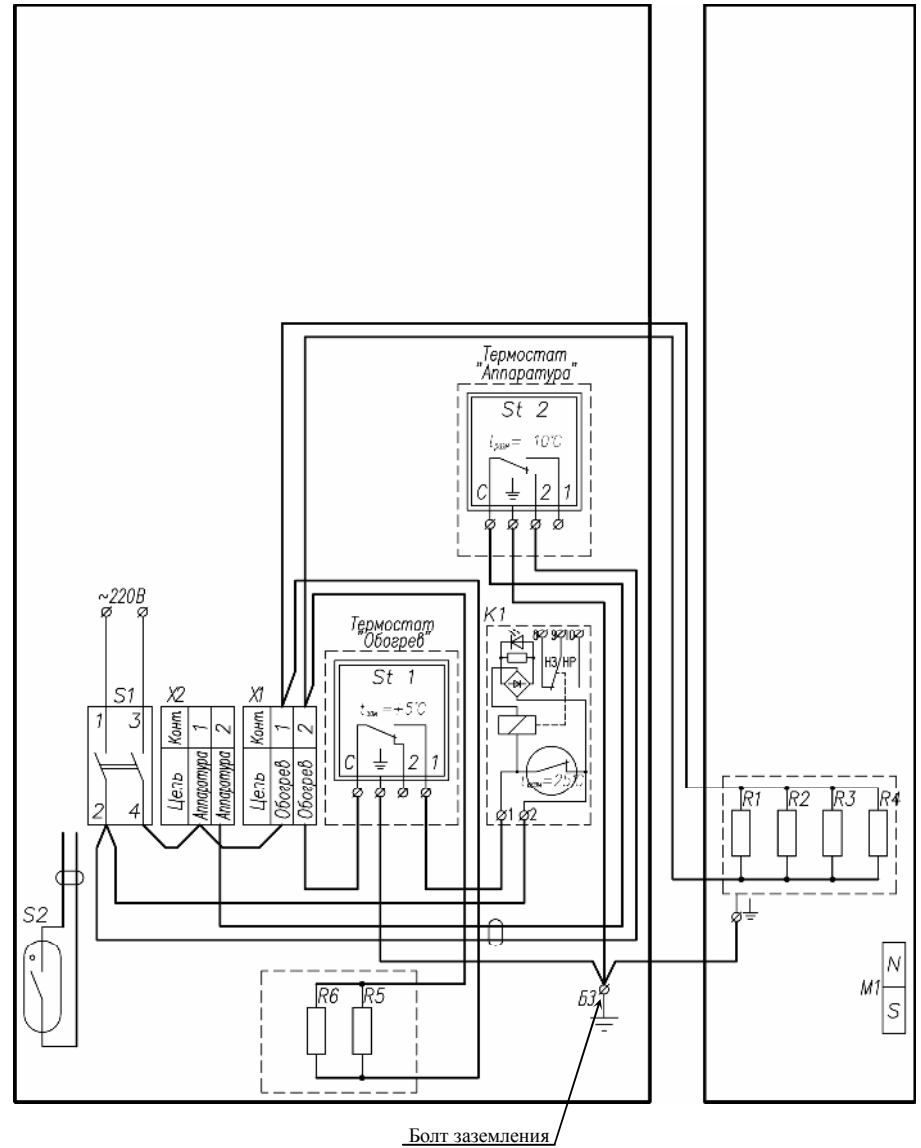

Рис.3 Схема электрическая принципиальная
3. Отсоединить от клеммной колодки X1 кабель Обогрев тела 2 (рис.3).